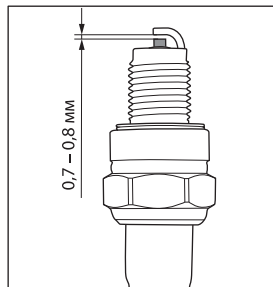

Рис. 18
7. Проверьте величину зазора между заземляющим и центральным электродами, используя специальный щуп. При необходимости установите зазор 0,7-0,8 мм (рис. 18).